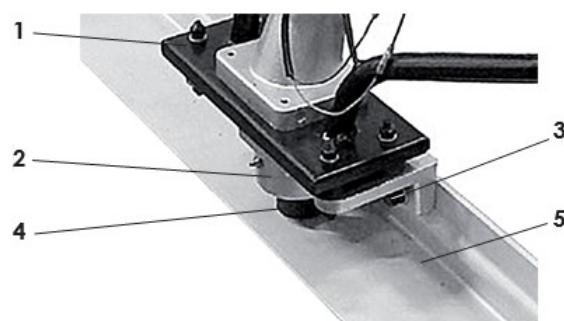

Рис.3 1 – Основание рамы; 2 – Корпус вибратора; 3 – Болт крепления; 4 – Амортизатор; 5 – Рейка выравнивающая.
3.2 Крепление выравнивающей рейки (Рис.3)
Совместив крепежные отверстия корпуса вибратора (рис.3 поз.2) и выравнивающей рейки (рис.3 поз.5), скрепить корпус и рейку болтовым крепежом (рис.3 поз.3).